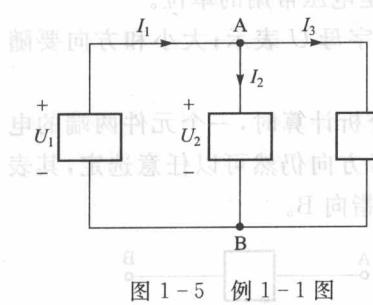

图 1-5 例 1-1 图
**例 1-1** 如图 1-5 所示，各段电路的电压和电流参考方向均已表示在图中。且知  $I_1 = 3 \text{ A}$ ,  $I_2 = -2 \text{ A}$ ,  $I_3 = 5 \text{ A}$ ,  $U_1 = -10 \text{ V}$ 。
- (1) 指出哪一段电路电流、电压的参考方向关联，哪一段非关联；
- (2) 指出各段电路中电流的实际方向；
- (3) 确定 AB 段电压的实际方向。